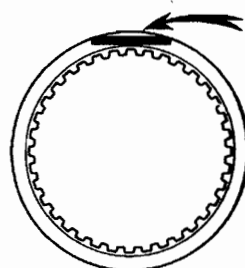

图 12-1-22
(33) 检查 3 号制动盘。如图 12-1-22 所示, 检查盘、片和法兰的滑动表面是否磨损或烧蚀, 如有必要, 则更换。注意: 如果盘的内衬剥落或变色, 或压印号部分损坏, 则要更新所有的盘。在安装新盘前, 应将其浸在 ATF 中 15min。
(45) 检查 1 号制动片。如图 12-1-22 所示, 检查片、盘和法兰的滑动表面是否磨损或烧蚀, 若有必要, 则应更换。注意: 如果片的内衬剥落或脱色, 或即使只有部分凹槽损坏, 也要更换所有的片。在安装新片前, 应将其浸泡在 ATF 中至少 15min。
(51) 检查 2 号制动片。如图 12-1-22 所示, 检查片、盘和法兰的滑动表面是否磨损或烧蚀。若有必要, 更换它。注意: 如果片的内衬剥落或脱色, 或即使只有部分凹槽损坏, 也要更新所有的片。在安装新片前, 应将其浸泡在 ATF 中至少 15min。